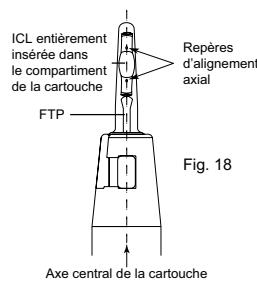

Fig. 18
3. Inspecter l'orientation de la lentille sous le microscope opératoire. Le compartiment transparent de la cartouche permet d'identifier les repères axiaux sur chaque face de l'optique de la lentille. Ces repères doivent être visibles à la position 12 heures et bien alignés avec l'axe de la cartouche (en cas d'erreur d'alignement ou d'orientation, la lentille ICL ou TICL peut être torsadée et doit être injectée dans le plateau de la cartouche ; le processus de chargement doit être recommencé). (Fig. 18)